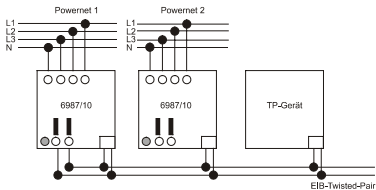

Fig. 3
2. Alimentation électrique du bus via une alimentation électrique interne : le coupleur système dispose d'une source d'alimentation interne qui fournit une tension de sortie restreinte de $24\text{ V} \pm 5\text{ V c.c.}$. Cette alimentation électrique permet d'alimenter jusqu'à 5 autres appareils (coupleur système ou appareil EIB TP) (par ex. pour le couplage de plusieurs zones Powernet). Pour permettre une alimentation propre du coupleur système, la tension de sortie doit être pontée sur la borne de connexion du bus (voir Fig. 3).